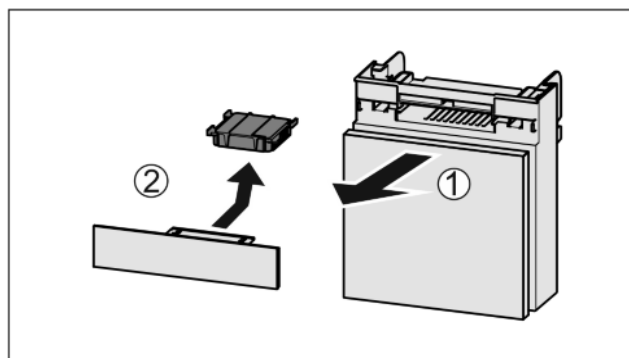

Fig. 41
- Zásuvku vytáhněte dopředu Fig. 41 (1).
- Filtr s aktivním uhlím vyjměte Fig. 41 (2).